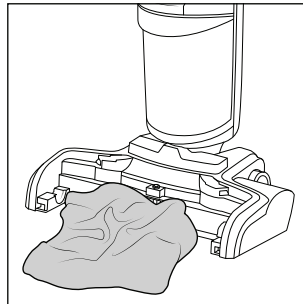

Abb. 36
- ♦ Sollte die Bürstenkammer verschmutzt sein, säubern Sie diese mit einem feuchten Lappen oder Tuch (siehe Abb. 36).